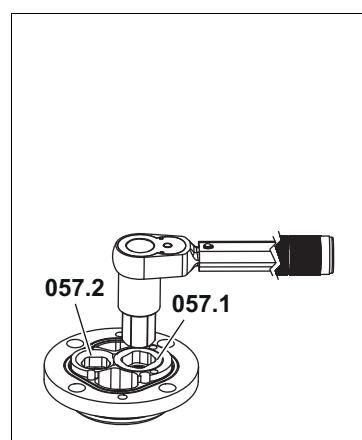

Abb. 16
6. Gewindinger **057.1** und **057.2** aus dem Lagerdeckel herausschrauben, siehe Abb. 16, Seite 35. Schlüsselweiten siehe Tab. 2, Seite 37.